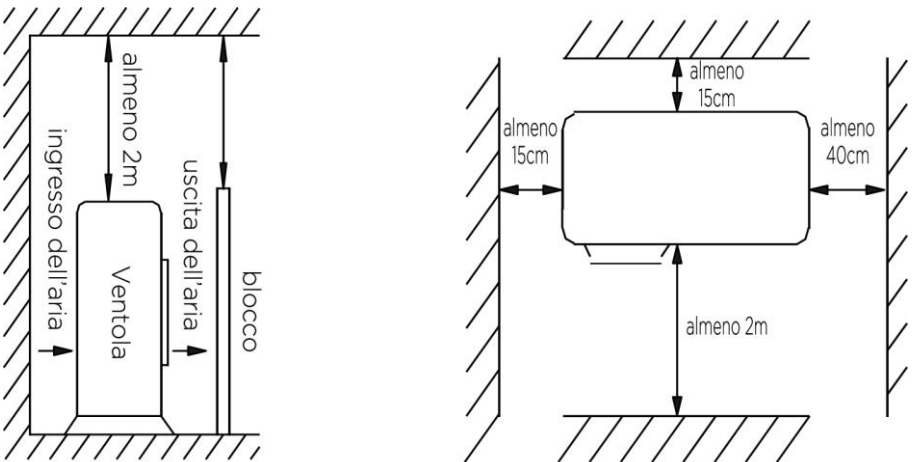

Figura 2
- Rispettare tutte le distanze del montaggio come indicate nella Figura 2, qualsiasi ostacolo influirà sulle prestazioni.